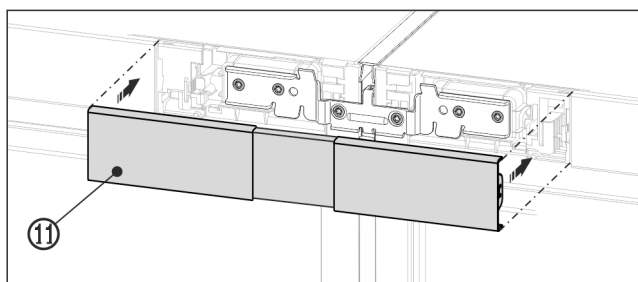

Fig. 23 Zobrazení příkladu
- ▶ Horní kryt Fig. 23 (11) zatlačte do západek ještě otevřeného prostoru mezi oběma ovládacími panely. Dbejte na to, aby vnější strany krytu lícovaly s krytkami ovládacích panelů.